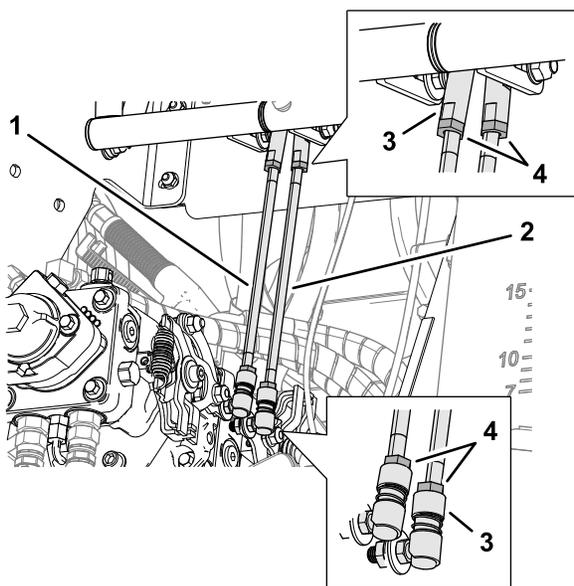

Figure 97
5. Desserrez les 2 écrous qui fixent la tige de commande de déplacement aux rotules supérieure et inférieure (Figure 97).
7. Resserrez les écrous de blocage (Figure 97).